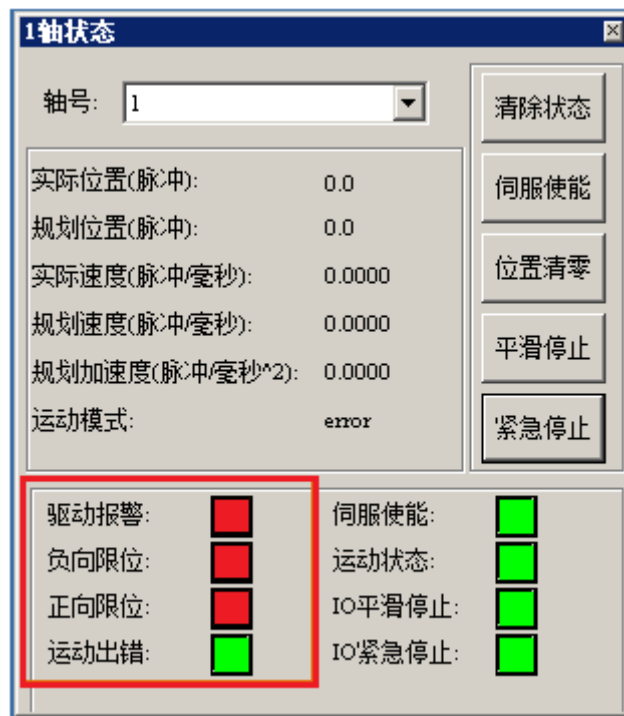
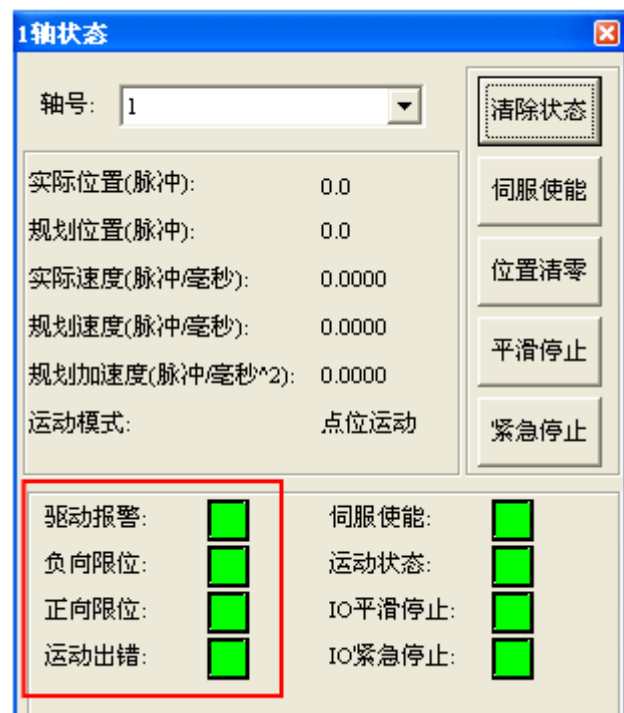

图 4-12 轴状态对话框
图 4-13 轴状态对话框
- (1) 首先，以“4.3.3 ”设置完“脉冲模式”后，写入控制器状态。然后，点击主界面菜单“视图”->“轴状态”，将会弹出状态显示模块对话框。若控制器刚复位完，轴 1 状态如图 4-12 所示；若将“4.3.3 ”设置写入了控制器，使报警无效，并点击“伺服使能”，轴 1 状态如图 4-13 所示。
(2) 图 4-12、图 4-13 轴状态对话框中显示的是当前轴的一些运动参数，从上至下分别为“实际位置”-“规划位置”-“实际速度”-“规划速度”-“规划加速度”。
(3) 下边的框中状态标志以对应图标的颜色表示不同的状态，绿色代表该标志位没有触发，红色代表该标志位已经触发。